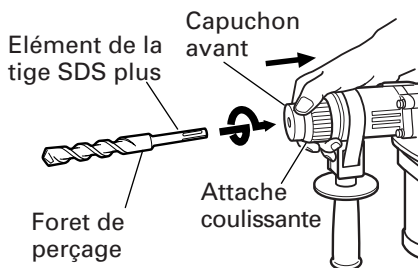

Fig. 2
6. Montage du foret de perçage (Fig. 2)
- (1) Pour fixer un foret de perçage (tige SDS plus), tirer complètement l'attache coulissante dans le sens de la flèche, comme indiqué sur la Fig. 2, puis insérer le foret tout en faisant tourner jusqu'à ce qu'il atteigne le fond.
- (2) Lorsque l'attache coulissante est relâchée, le foret est fixé.
- (3) Pour retirer le foret de perçage, tirer complètement l'attache coulissante dans le sens de la flèche et sortir le foret.